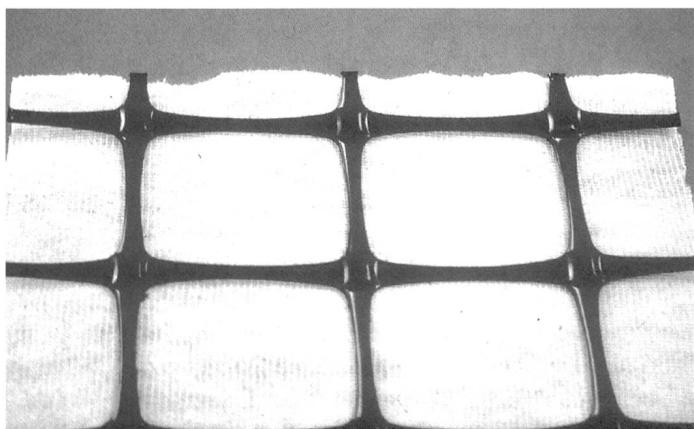

Abb. 1: Vlies-Geogitter-Kombinationen
- Vlies-Geogitter-Kombinationen (Abb.1)